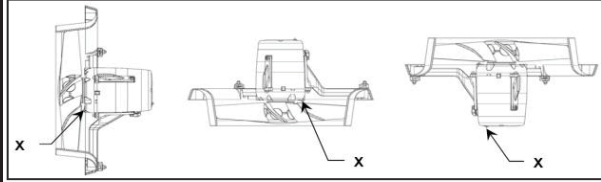

図1
ことを確認してください。図1 に従ってファンの据付を行ってください。
- 洗浄後、適切な結露栓を外して(図1を参照)、ファンをフルスピードで数時間動作させて乾燥させてください。